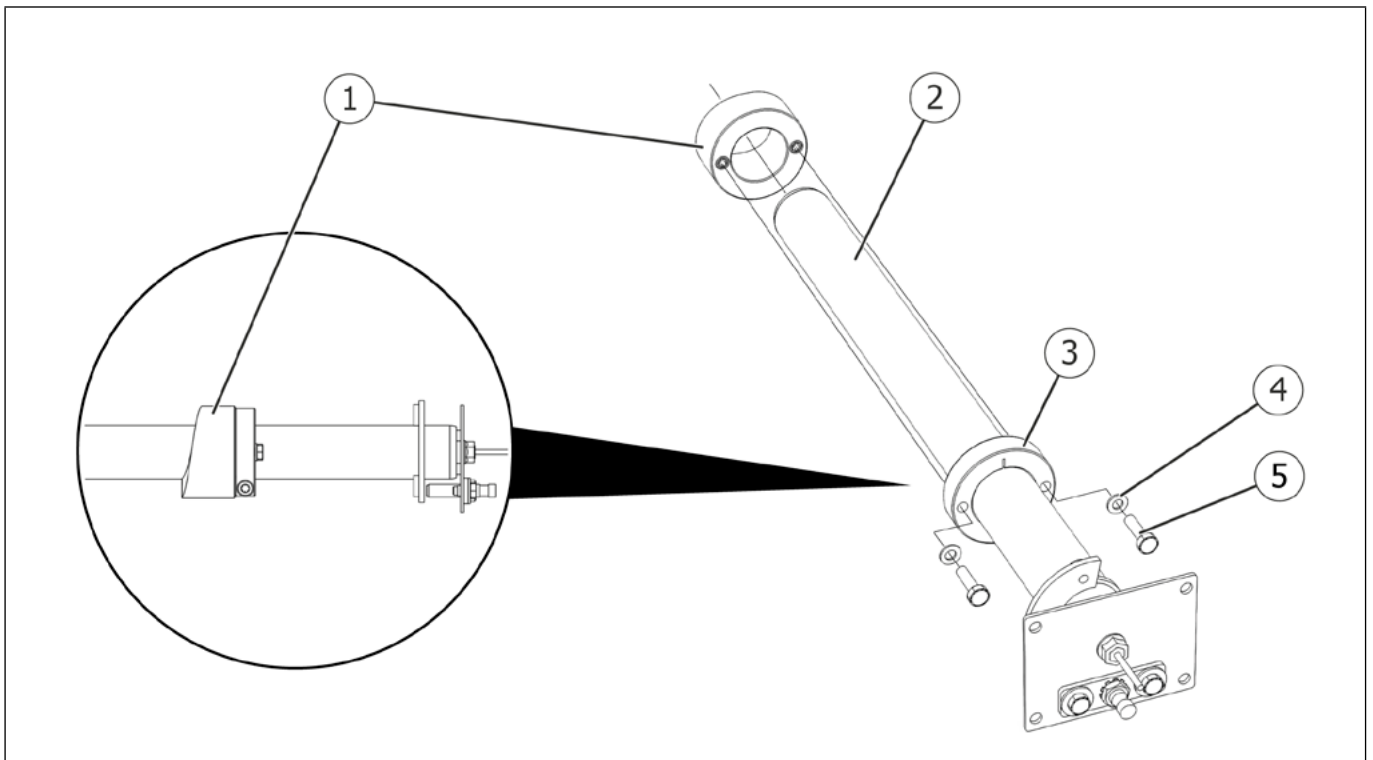

Fig. 13
1. Dévisser les vis à tête hexagonale (Fig. 13/5) et les retirer avec les rondelles (Fig. 13/4).
2. Retirer la bride à excentrique (Fig. 13/1) de l'ensemble du moteur de levage (Fig. 13/2).
3. Glisser la nouvelle bride à excentrique (Fig. 13/1) sur l'ensemble du moteur de levage (Fig. 13/2) jusqu'à ce qu'elle soit en contact avec la pince à excentrique (Fig. 13/3).
5. Visser la bride à excentrique sur la pince à excentrique à l'aide des vis à tête hexagonale (Fig. 13/5) et des rondelles (Fig. 13/4).